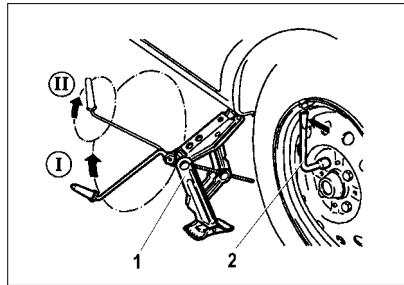

Рис. 52. Замена колес
– ослабьте на один оборот комбинированным ключом 2 (рис. 52) болты крепления заменяемого колеса;